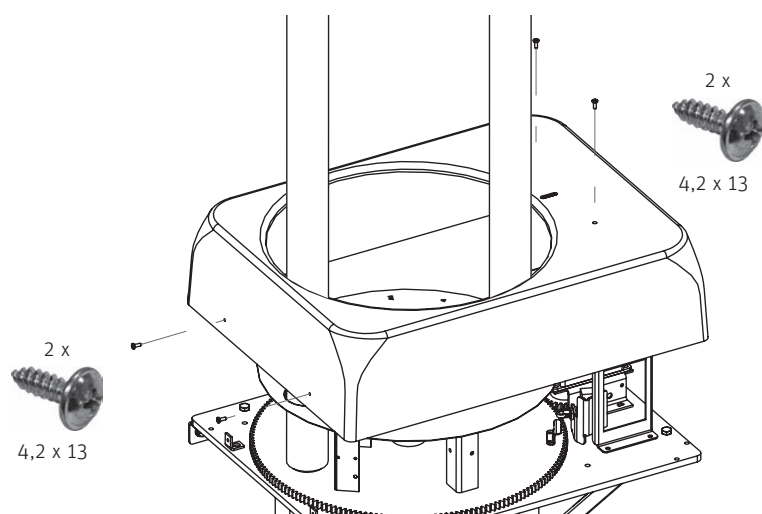

Fig.54 Montaggio del cappuccio di copertura
► Fissare la copertura con 4 viti autofilettanti 4,2 x 13 – Fig.54.